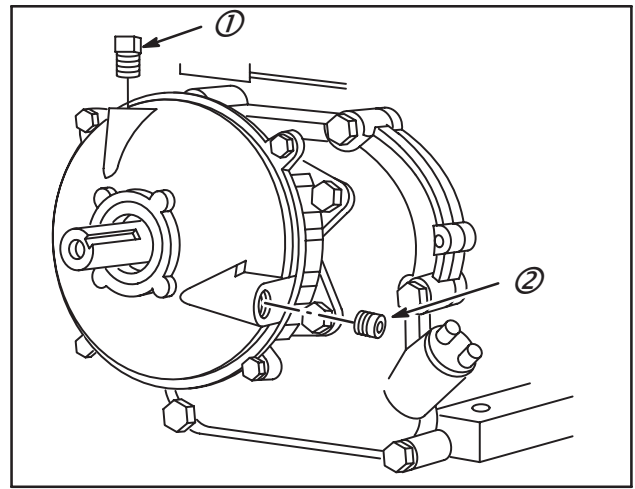

Fig. 32
1. Enlever le bouchon de niveau d'huile (2) et le bouchon ventilé (1).
4. Installer le bouchon ventilé dans le trou supérieur et serrer au couple de 5 Nm, Fig. 32.